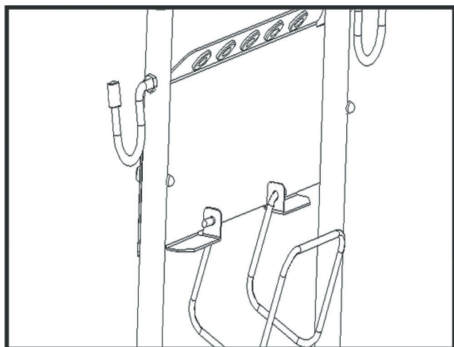

Рис. 4
2. Установите на рукоятку держатель шланга высокого давления (только для модели HPW 3500) (рис. 4)